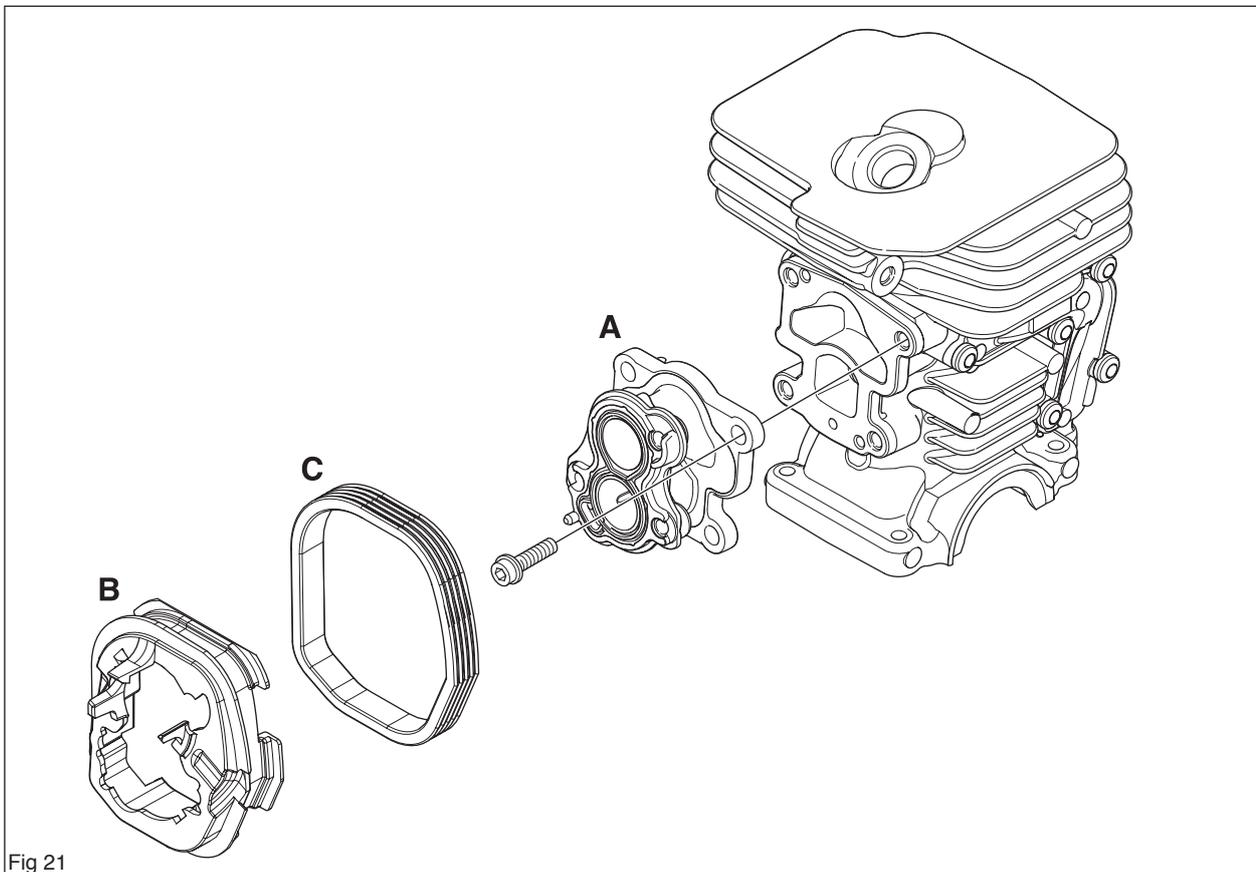

Fig 21
(voir la figure 21)
Placer la tubulure d'admission (A) et les parois de séparation (B et C) sur le cylindre à l'aide de l'outil 502 50 87-01 (voir la figure 21).